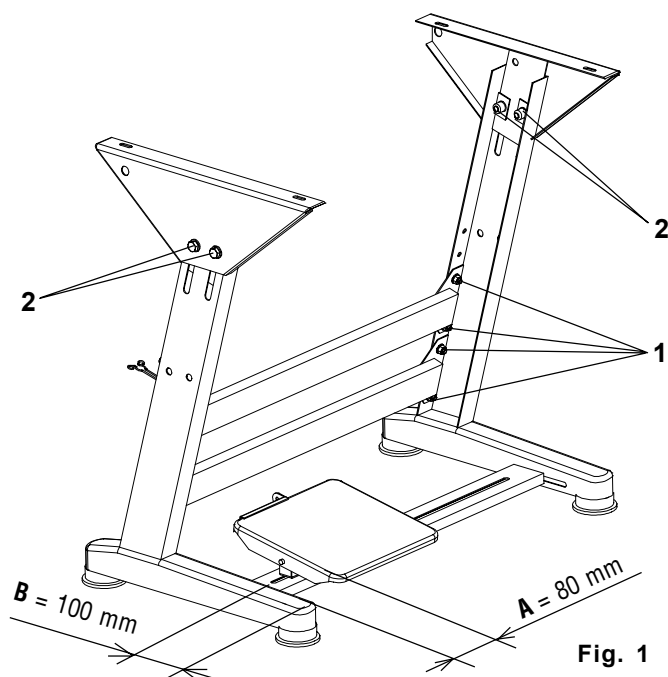

Fig. 1
4. Montage du carcasse du bâti et réglage de la hauteur (Fig. 1)
Monter le carcasse suivant la Fig. 1. La cote "B" est destinée pour une taille moyenne de la personne opérant la machine. Pour une taille plus haute, il faut augmenter la cote "B" et vice versa. Les pieds de la machine peuvent être nivelés suivant le plancher en desserrant les vis (1). Au moyen des vis (2), on peut régler la hauteur de la plaque du bâti.